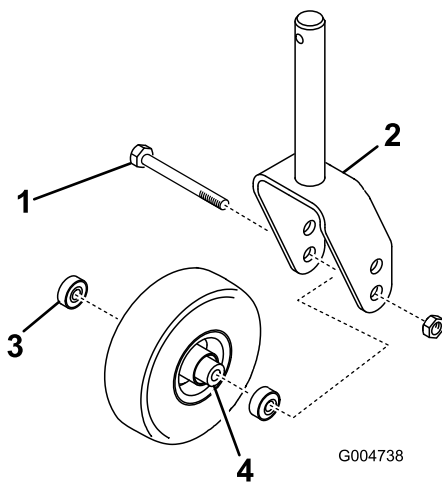
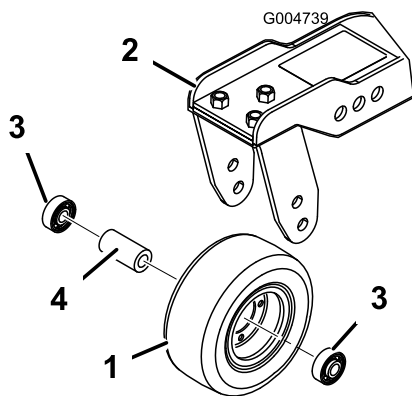

Figura 123
Figura 124
- Retire la contratuerca del perno que sujeta el conjunto de la rueda giratoria entre la horquilla (Figura 123) o al brazo de pivote (Figura 124).
2. Retire el cojinete de la rueda y deje que se caiga el suplemento del cojinete (Figura 123 y Figura 124).